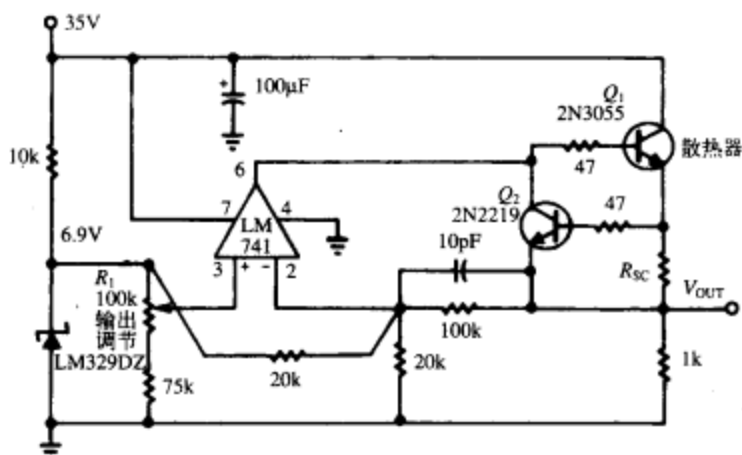

图2-5 通过调节 R_1 可使这个直流电源的输出电压在3~30V之间变化。 R_{sc} 应该在3~100 Ω 之间；短路电流大约等于20mA+600mV/ R_{sc}
(7) 具有稳定输出的电源。电源应该有粗调和细调，并可调节限流。数字调节通常并不合适，因为它不便于在观察示波器及其变化趋势时连续上下扫描电压。在电源输出电容引起问题的情况下，也许需要一台电源，其输出电路就像一个运算放大器，没有输出电容。可以买一台这样的电源，或者也可以自己用一个运算放大器和几个三极管制作。图2-5所示电源的优点是，如果需要，就可以把它设计成电压摆动得很快的电源。